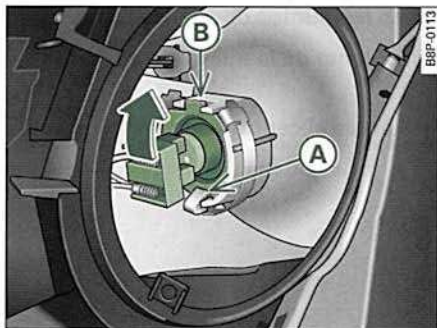

Fig. 255 Carcasa portálámpara: Colocar la lámpara
- Coloque la lámpara en la carcasa portalámpara empezando por abajo ⇒ *página 303*, fig. 255, en la posición (A).
- Asegúrese de que la pestaña (B) queda centrada hacia arriba, pudiendo encajar en la guía, tal como se muestra en la ilustración.
- Alce el conector de plástico en el sentido que indica la flecha ⇒ *página 303*, fig. 255 hasta que la lámpara encastre en el soporte. Si no lo consigue a la primera, corrija la posición de la lámpara de incandescencia.